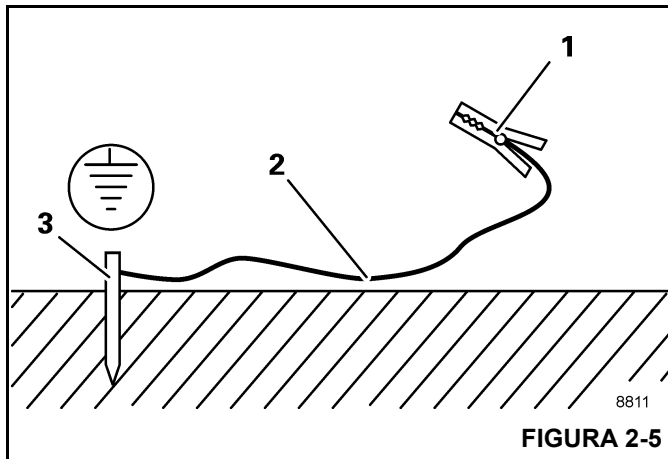

FIGURA 2-5
1. Martele uma haste de metal (3, Figura 2-5) (comprimento de aproximadamente 2,0 m [6.6 pés]) pelo menos 1,5 m (5 pés) no solo.
2. Umedeça o solo ao redor da haste de metal (3) para obter melhor condutividade.
3. Prenda o cabo isolado (2) na haste de metal (3) seção transversal de pelo menos 16 mm² (0.025 pol.²) (AWG 5).
4. Conecte a extremidade livre do cabo com um grampo (1) a um local com boa condutividade elétrica na estrutura.